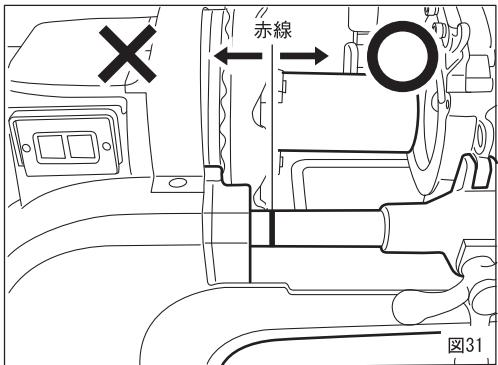

図31
- 受けパイプの赤線が往復台でかくれた位置からねじ切りを開始すると、ねじが切れ上がるまでに往復台が主軸台に当り、事故や破損の原因となります。(図31)
受けパイプの赤線が往復台でくぐれた位置からねじ切りを開始すると、ねじが切れ上がるまでに往復台が主軸台に当り、事故や破損の原因となります。(P. 15図31)
受けパイプの赤線が往復台でくくれた位置からねじ切りを開始すると、ねじが切れ上がるまでに往復台が主軸台に当り、事故や破損の原因となります。(P.15 図31)